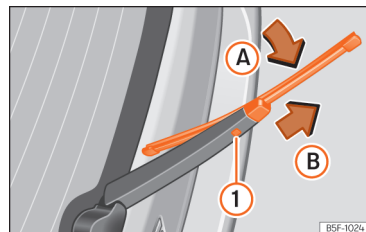

Fig. 161 Substituição da escova do limpa-vidros traseiro.
- Rode ligeiramente a escova » » » Fig. 161 (seta ).